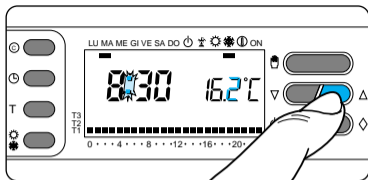

Fig. 37
6.4 - Defina la temperatura para T1 mediante el botón ∇ o Δ (fig. 37).